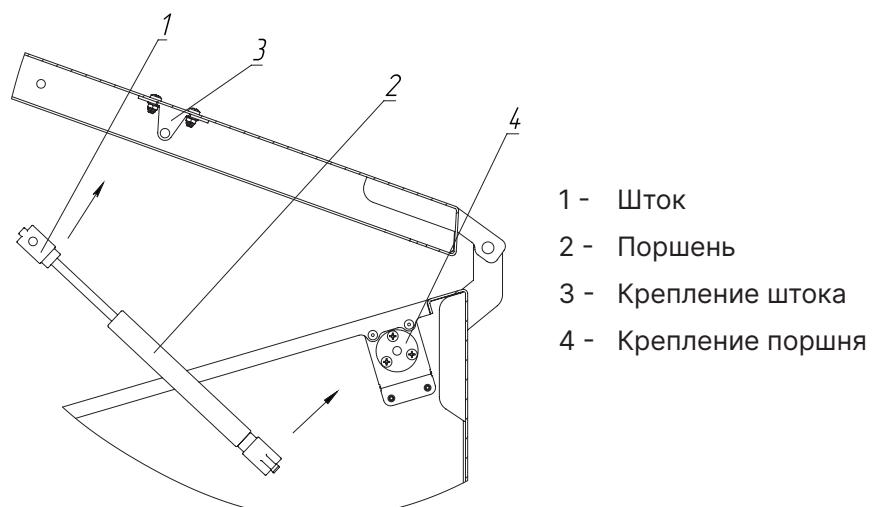

Рис.14 Установка газлифтов на топливный бункер
3. Защелкните поршень (**Рис.14, поз.2**) в крепление поршня (**Рис.14, поз.4**) на боковой стенке бункера. Убедитесь в надежной фиксации;
4. Защелкните шток (**Рис.14, поз.1**) в крепление штока (**Рис.14, поз.3**) на крышке бункера. Убедитесь в надежной фиксации;